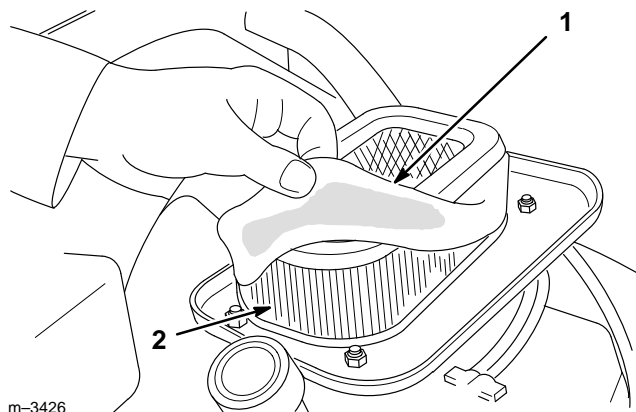

Figure 24
5. Déposer les éléments, et retirer l'élément en mousse de l'élément en papier (Fig. 24).
1. Glisser délicatement l'élément de filtre en mousse sur l'élément en papier (Fig. 24).